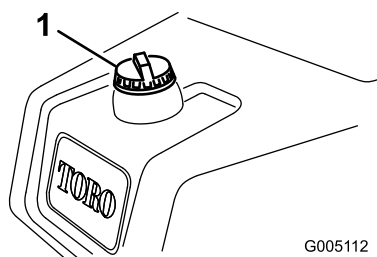

Figure 26
1. Nettoyez la surface autour du bouchon du réservoir et enlevez le bouchon (Figure 26).